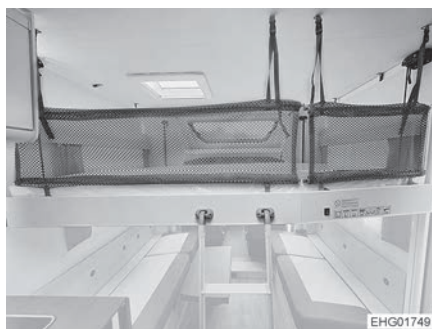

Bild 107 Skyddsnät
- **Haka fast:** Haka upp stegen (Bild 107,3) med båda byglarna i steghållarna (Bild 107,4) vid den höjbara sängen.
- Skyddsnäten (Bild 107,2) med fästremmarna befinner sig under madrassen.
- **Hänga upp:** Låt fästremmarna (Bild 107,1) haka fast i hållarna i taket.